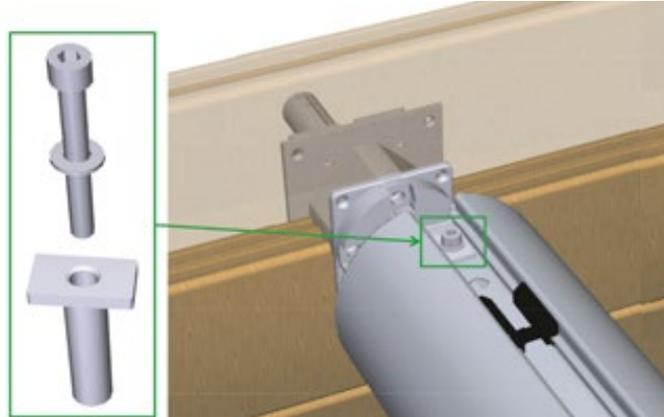

Figure 41 – Verrouillage de l'arbre dans l'axe de couverture automatique
Verrouillez l'arbre dans l'axe (*Figure 41*) à l'aide d'une canule en plastique, d'une rondelle de 8 mm de diamètre et d'une vis à tête cylindrique à 6 pans 8 × 65 en inox a4 (fournies avec l'axe de couverture automatique).
**! Les rondelles en caoutchouc (4) sont indispensables à l'étanchéité du bassin.**
Montez les deux équerres de support de parois de séparation (12) sur les platines (5) par le biais de quatre écrous (14) et quatre rondelles (13) de diamètre 8 mm en inox a4. Veillez à ce que les avancées sur lesquelles sont présents les trous oblongs sur les équerres (12) soient situées du côté opposé au skimmer et à l'axe de couverture automatique (voir zoom sur les équerres de support de parois de séparation (12) à la figure 41).